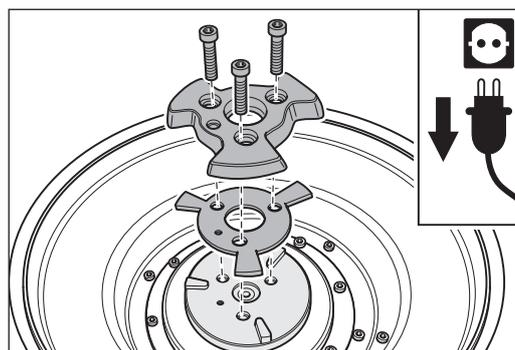

Abb. 33 Austausch der Telleraufnahme und des Anschlagdämpfers.
- 6 Nehmen Sie den Anschlagdämpfer ab (Abb. 33).